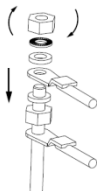

图 6 电缆线接线
- 6、接线端子如图 6 装入接线螺母后, 压上专用的防松垫圈, 再用接线螺母 (螺母拧紧力矩要求见表 III) 充分拧紧, 注意接线端子的相互位置, 保证电气间隙 $\geq 8\text{mm}$ 。